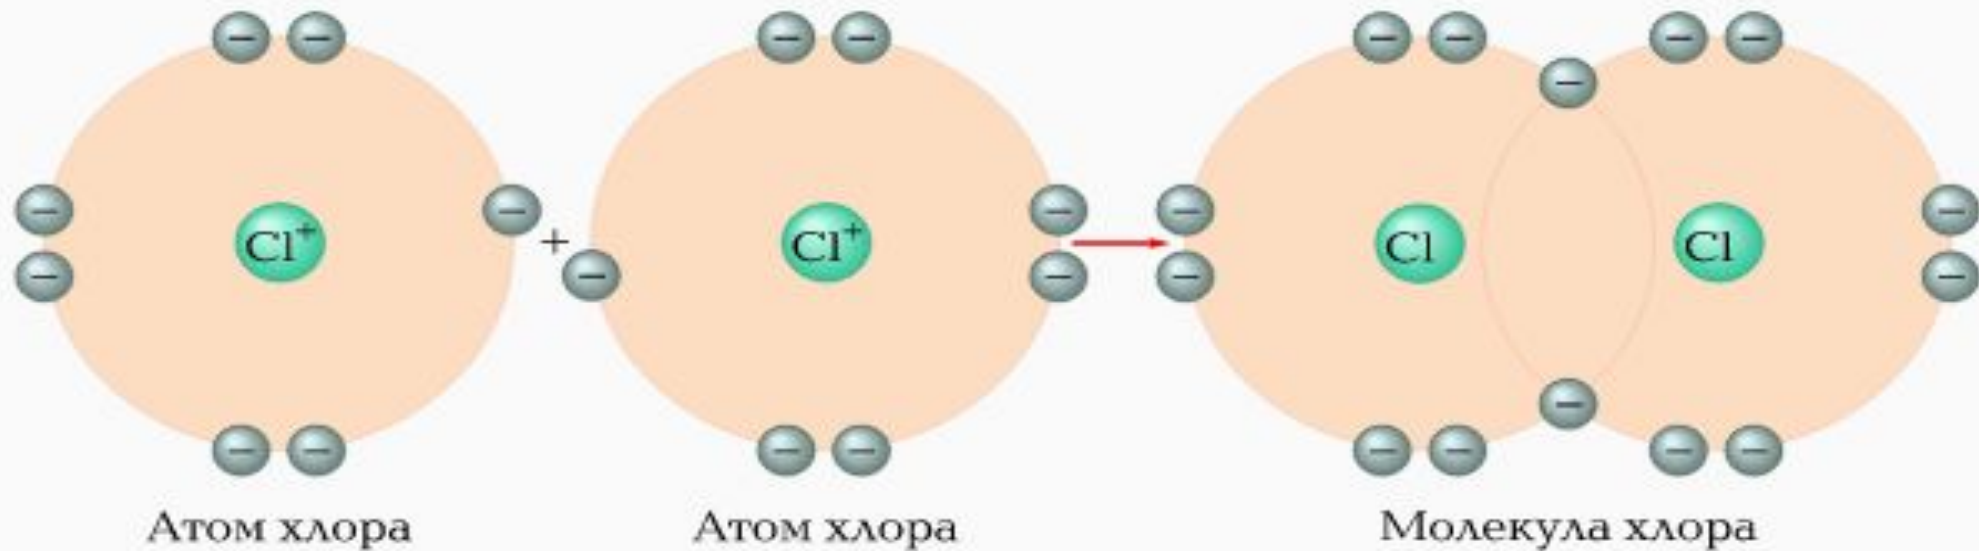

Рис. 1.2. Образование неполярной связи в молекуле хлора
- Если двухатомная молекула состоит из атомов одного элемента, как, например, водород ( $H_2$ ), азот ( $N_2$ ), хлор ( $Cl$ ), то электронная пара в одинаковой степени принадлежит обоим атомам. В таком случае молекулу и ковалентную связь называют **неполярными**, или **нейтральными** (рис. 1.2). В неполярных молекулах центры положительных и отрицательных зарядов совпадают.